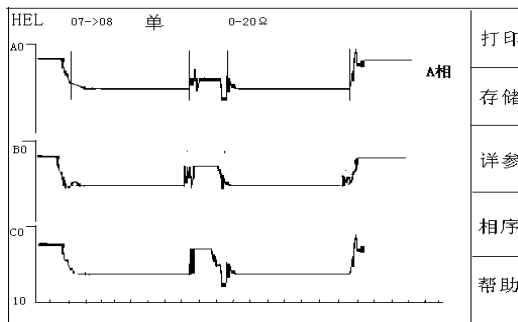

图 13
2. 启动有载开关,当听到有载开关动作对触头进行切换的声音时阻值随之发生变化。仪器将**自动搜索**到过渡波形,并显示在屏幕上,如图13所示。